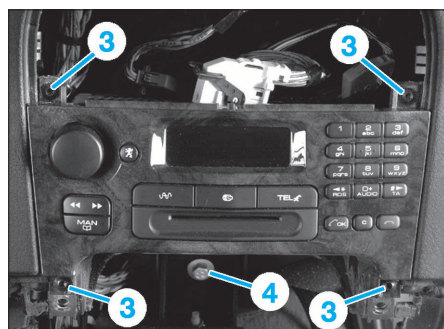

FIG. 12
- les vis (3) (Fig.12) de fixation de l'autoradio, débrancher ses connecteurs et le déposer.